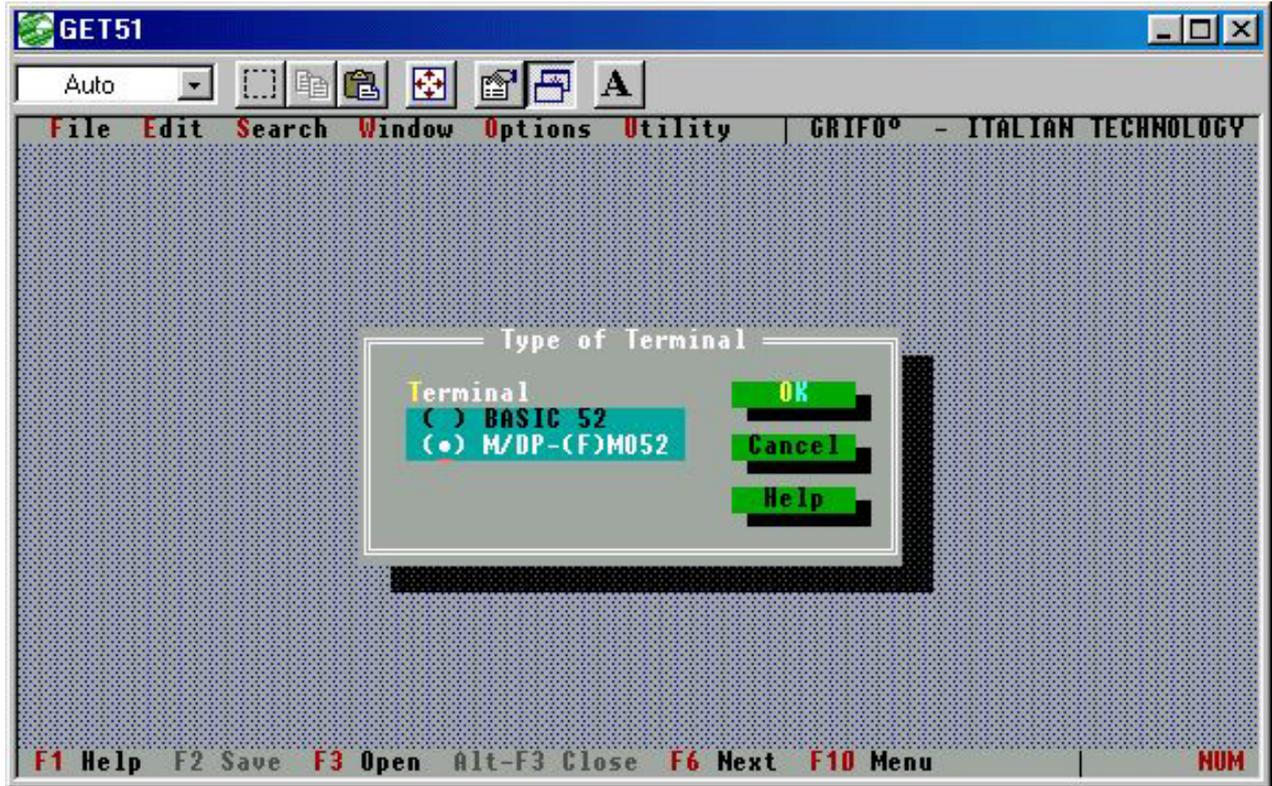

FIGURA 8: PARAMETRI DI COMUNICAZIONE CON FMO 52
- Tramite il menu Options | Set Terminal, configurare **GET 51** per la comunicazione con **FMO 52** come da figura 8, e premere OK.